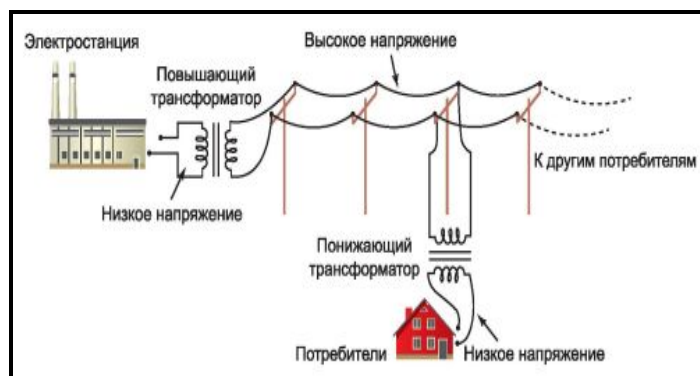

Рис.12. Распространение переменного тока на расстояние
*Переменный ток* характеризуется изменением величины и направления движения с определенной периодичностью. Данный вид тока вырабатывается на электростанциях и поступает в квартиры через распределительную систему. Получение и передача переменного тока обеспечивается таким устройством, как трансформатор. Вышеуказанное устройство способствует преобразованию (повышению или понижению) напряжения переменного тока. При повышении напряжения происходит распространение электрической энергии по линиям электропередач на значительные расстояния. В дальнейшем от высоковольтной линии трансформатор уменьшает напряжение для передачи электроэнергии в бытовую сеть (рис. 12).